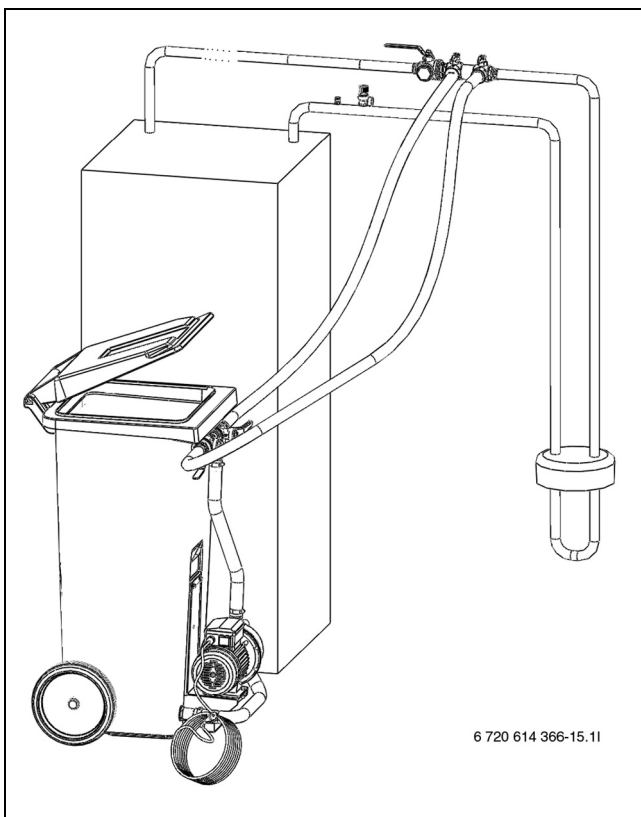

Bild 35 Fyllning med påfyllnadsstation
- ▶ Anslut två slangar från påfyllnadsstationen till påfyllnadssatsen (→ Bild 35).